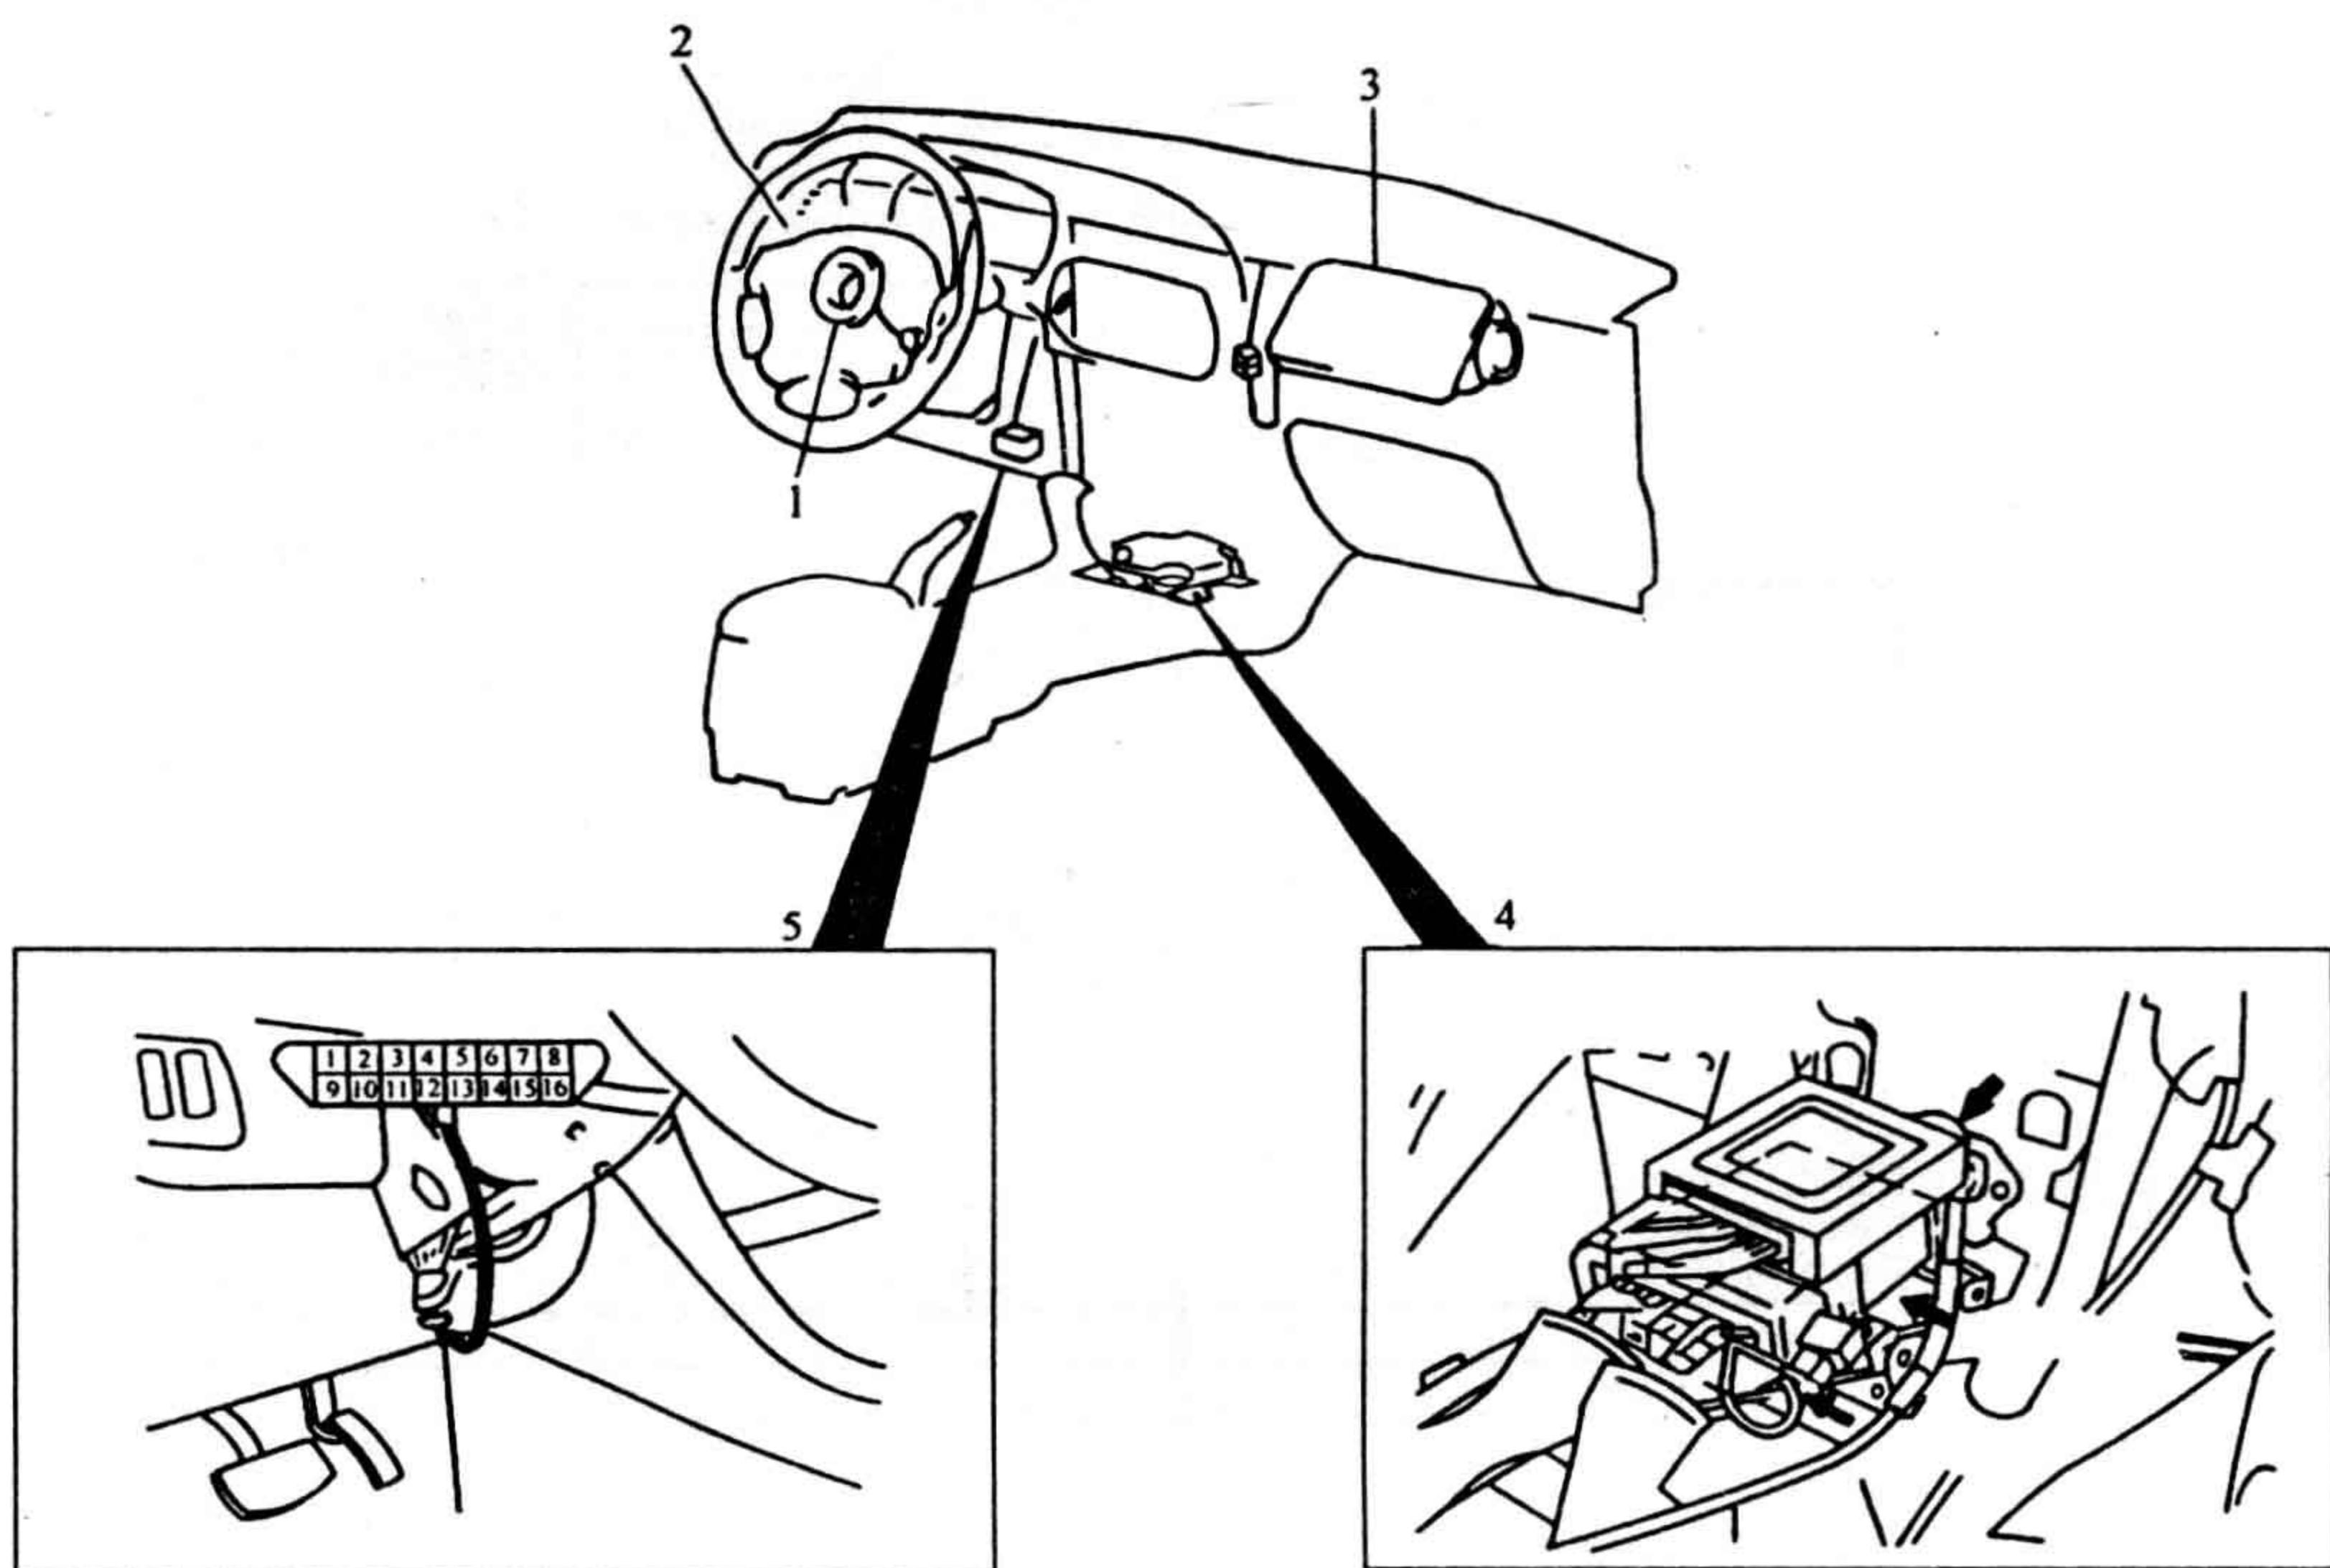
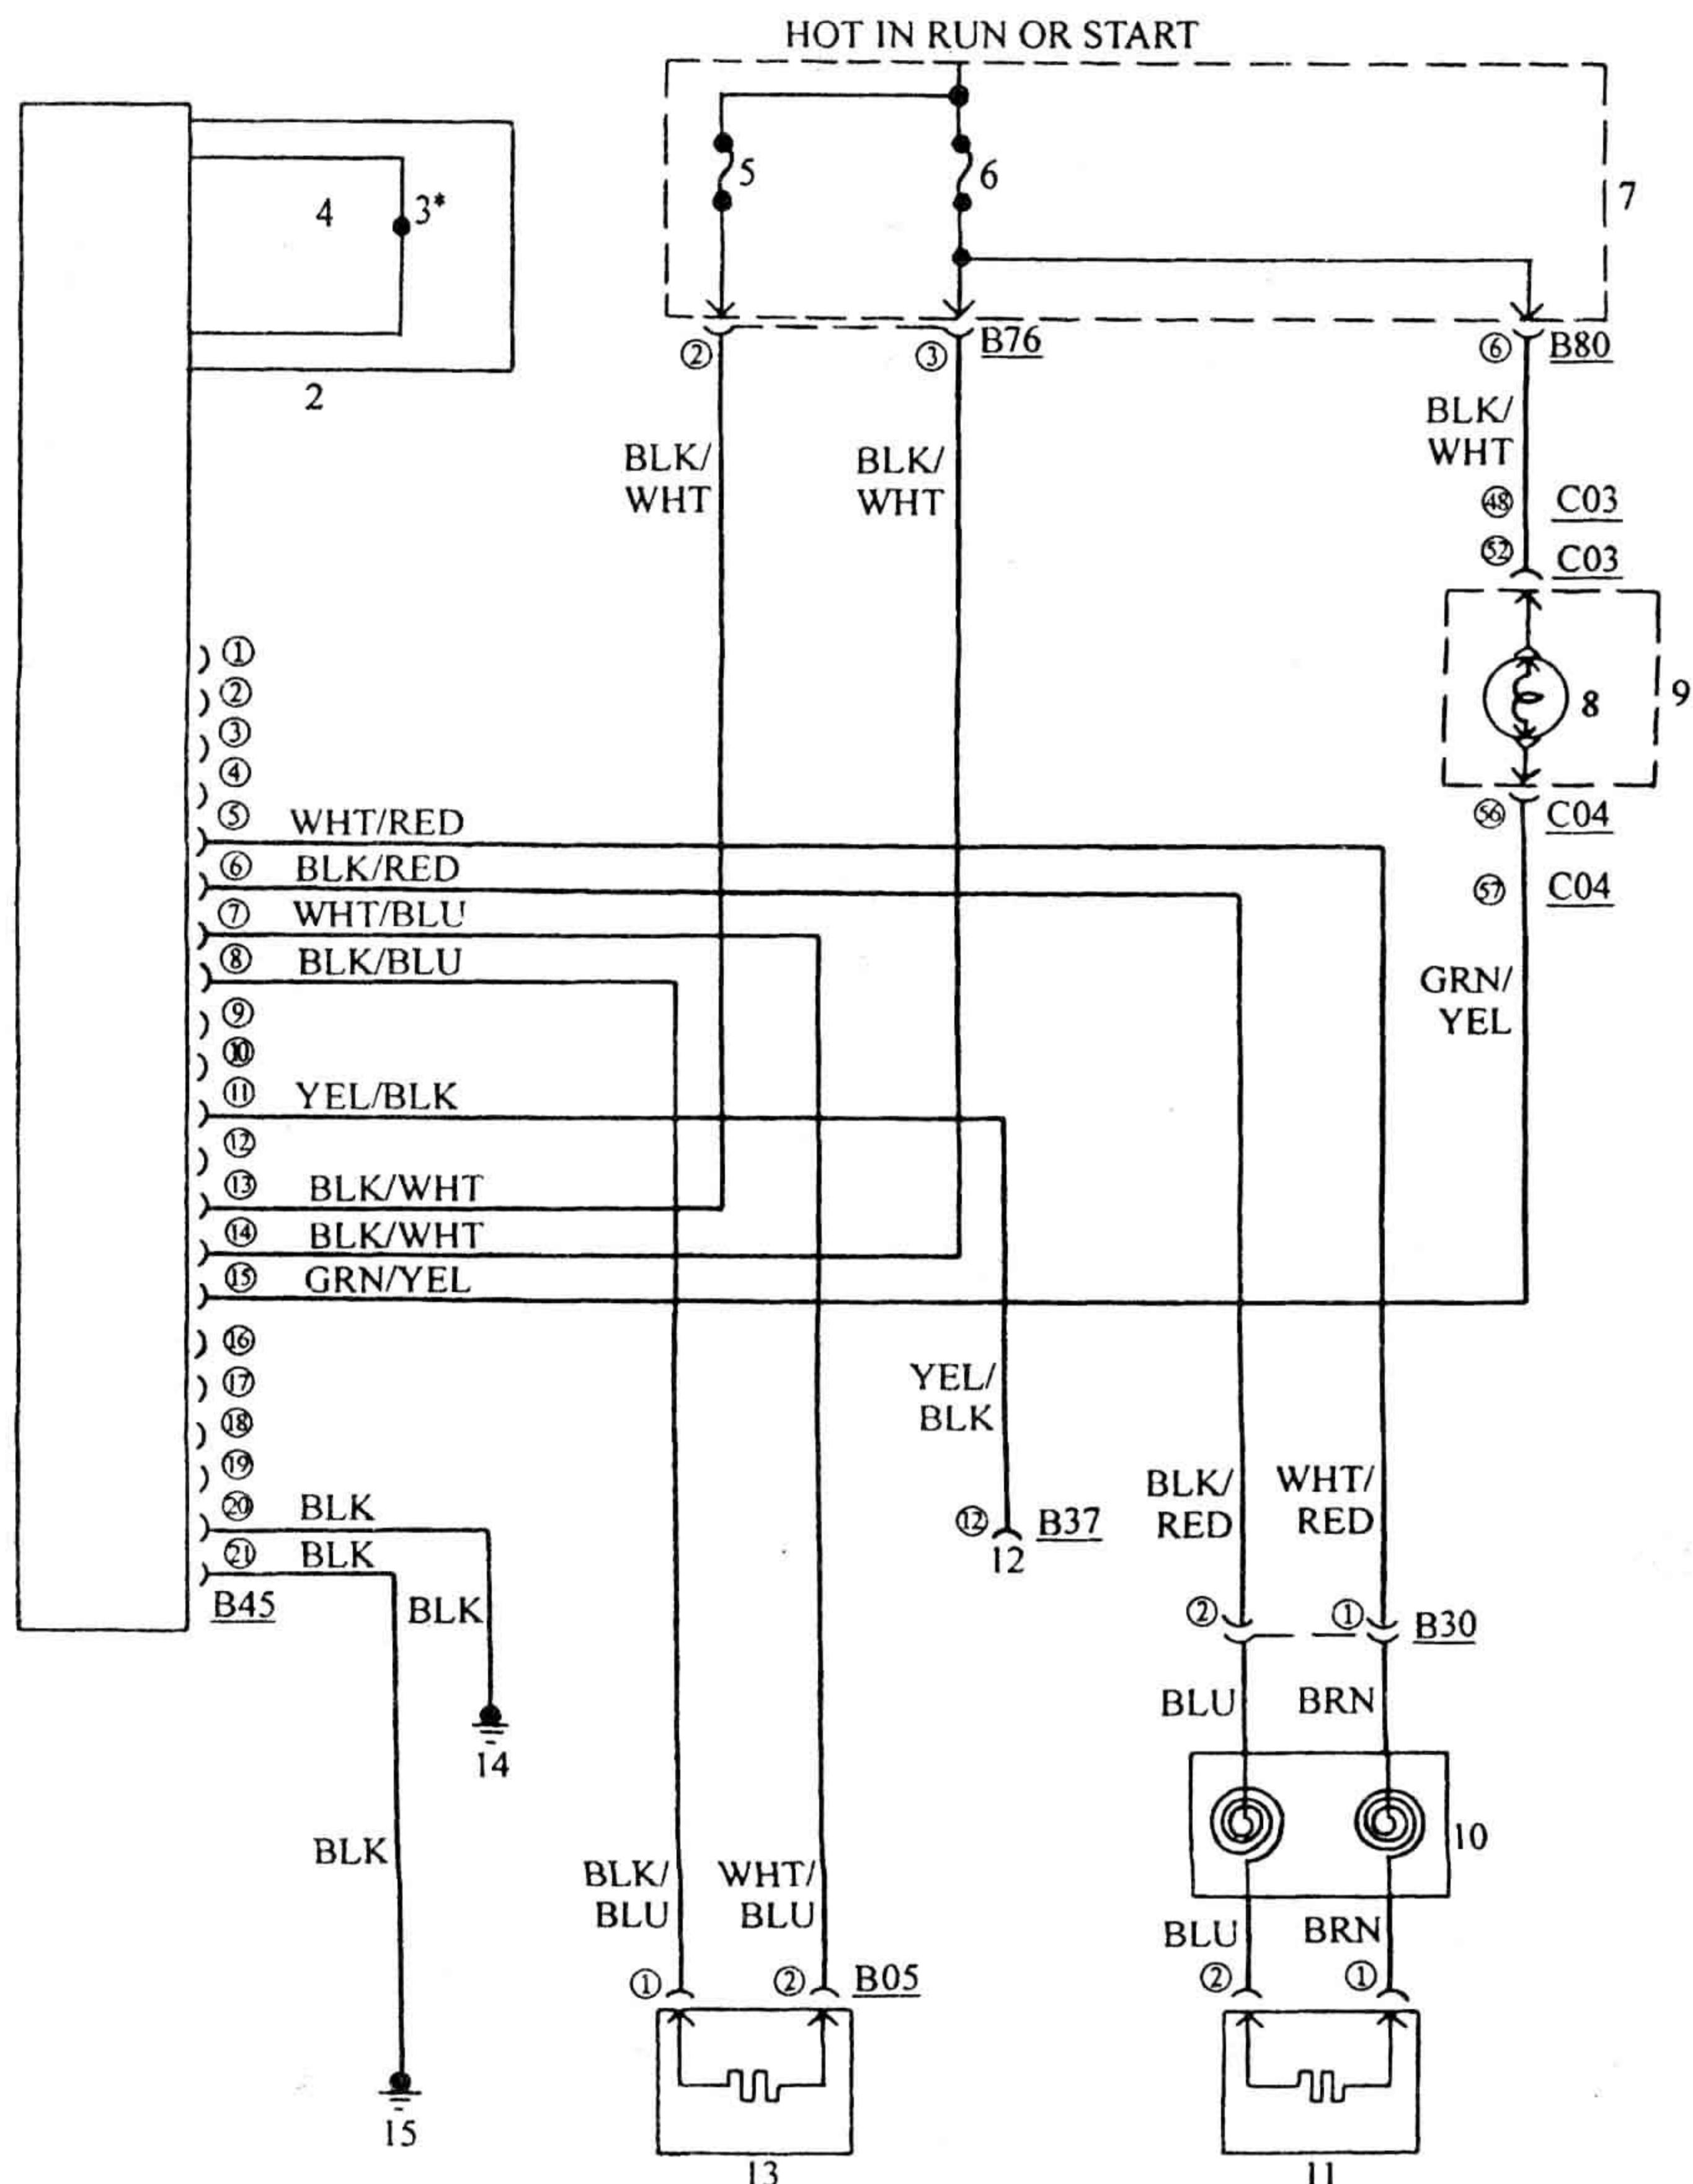

图 3—3—19 三菱 Diamante 轿车 SRS 系统部件在车上的位置
图 3-3-20 三菱 Diamante 轿车 SRS 系统电路图
囊模块、转向线盘、SRS 安全气囊控制单元 (ECU) 等组成。如图 3—3—19 所示。一个安全碰撞传感器和一个模拟式碰撞传感器包含在 SRS ECU 中。
(1) SRS 警示灯。当点火开关在接通或起动时，组合仪表板上的 SRS 警示灯应点亮约 7s 然后熄灭。这表明 SRS ECU 已检测到 SRS 系统工作正常。若 SRS 警示灯闪烁、在所有时间内一直亮或不能点亮，都表明 SRS 系统有故障。
(2) 安全气囊模块。安全气囊装在安全气囊模块中，安全气囊模块装在转向盘中央。安全气囊内装有类似炸药的化学药品（叠氮化钠等）及引信，引信的电流由 SRS ECU 供给。当汽车发生碰撞事故时，撞碰传感器输出减速度信号给 SRS ECU，SRS ECU 判断减速度超过设定的限值时，则指令引信引爆，使化学药品燃烧。整个燃烧过程约在 0.05s 内完成，在 30ms 内使安全气囊完全充满气，冲开转向盘上的盖，在驾驶员或乘客前方形成一缓冲屏，从而减缓撞击力。
(3) SRS ECU。SRS ECU 和惯性式安全碰撞传感器和模拟式碰撞传感器装在一起，位于地板底架下部，如图 3—3—15 所示。SRS ECU 具有自诊断功能，如果 SRS 发生故障，SRS ECU 将点亮 SRS 警示灯并设置故障代码，将代码储存在存储器中。
(4) 数据连接插头 (DLC)。数据连接插头 (DLC) 位于仪表板左侧，维修时可利用解码器 (MB 991502) 与 DLC 相连，进行故障自诊断。
(5) 转向线盘。转向线盘安装在转向盘上，用来连接驾驶员侧安全气囊模块至转向柱线束，形成 SRS 电路。导线的长度约有 5m 左右，螺旋状缠绕在壳体内，因此当转子由中间位置，向正反两个方向各转 2.5 圈时，也不会影响导线的连接。
(6) 预张紧式座椅安全带。三菱 Diamante 轿车上装有预张紧式座椅安全带，它与安全气囊系统相配合，可以取得更为理想的保护效果。
(7) 三菱 Diamante 轿车 SRS 系统电路。图 3-3-20 所示为三菱 Diamante 轿车 SRS 系统电路图。